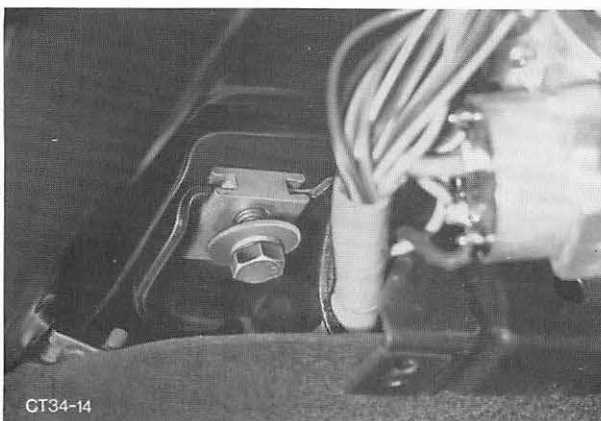

Abb. 51 Lenksäule befestigen
5. Kombi-Instrument, Lenksäulenverkleidung, Fußraumabdeckung und Ablagefach, wie unter Pos. 34 314, Punkt 11 bis 14 beschrieben, einbauen. Abb. 51.